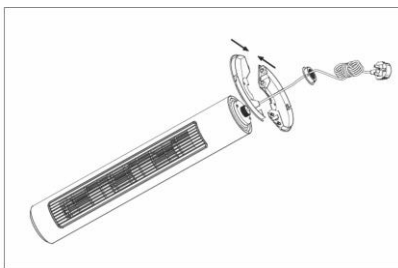

Рис. 2
2. Соберите основание, соединив 2 части (рисунок 2). Вставьте их друг в друга и закрепите так, чтобы шнур питания проходил через отверстие между двумя частями основания.